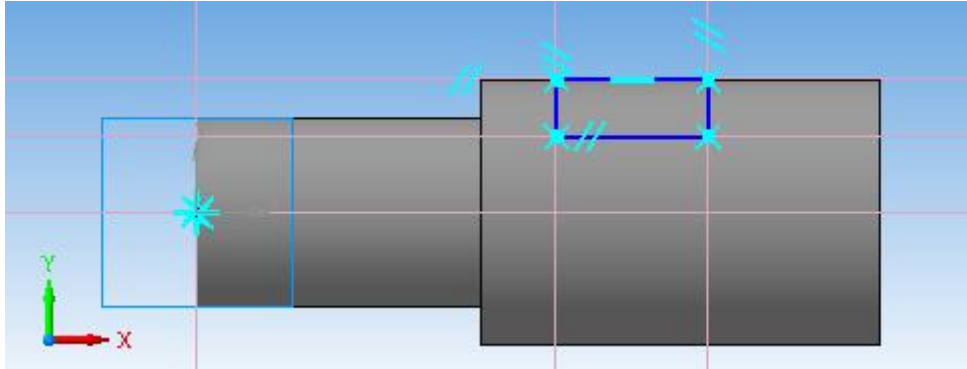

Рис. 7.4
7. Увійти в режим  *Ескіз*. За допомогою допоміжних прямих поставимо параметри вирізу. Використовуючи команду  *Безперервне введення об'єктів* накреслимо контур прямокутника (рис. 7.4). Вийти з режиму  *Ескіз*.